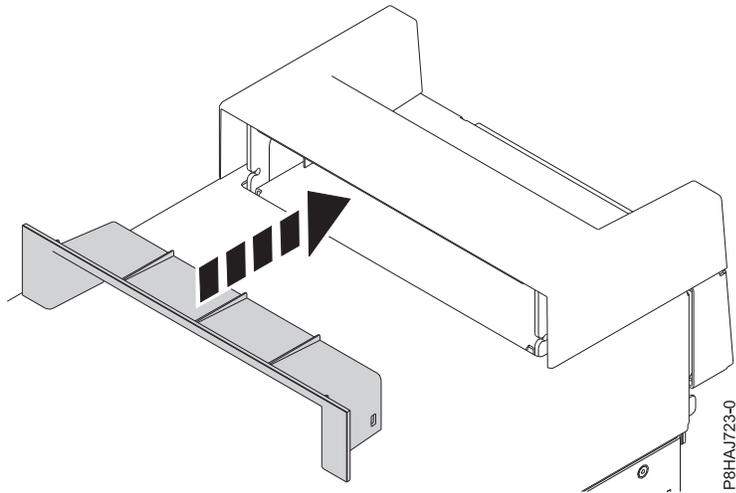

図 141. 8286-41A スタンドアロン・システムのハンドル・カバー内の断片の差し込み
2. ハンドル・カバーの断片をしっかりとハンドル・カバーに押し込んで、断片をハンドル・カバー内に差し込みます (177 ページの図 141 を参照)。